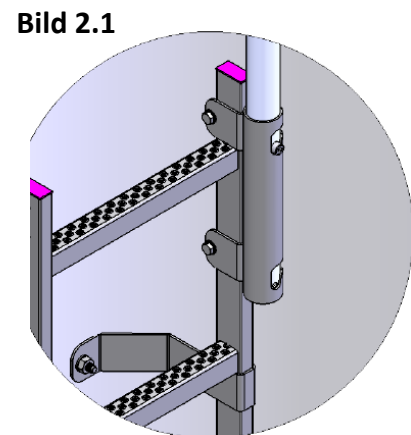

Bild 2.1
3. Die Einsteckhülse wird anschließend hinter dem Holm mit dem gelieferten Befestigungsmaterial verschraubt und fixiert (**Bild 2.1 und 2.2**).